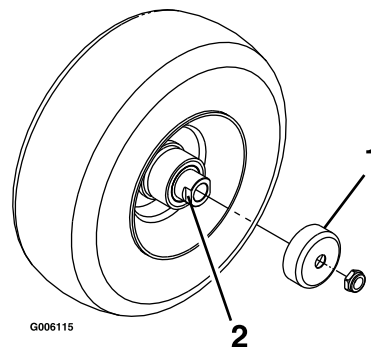

図 34
4. ホイールのハブからシールガードを外す **図 34**。